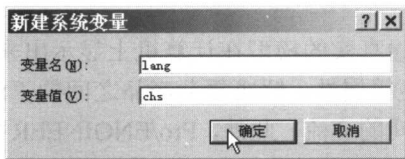

图 1-3 【新建系统变量】对话框
③ 单击【系统变量】栏中的 **新建(N)...** 按钮，显示【新建系统变量】对话框，新建一个【变量名】为“lang”，【变量值】为“chs”的系统变量，如图 1-3 所示。